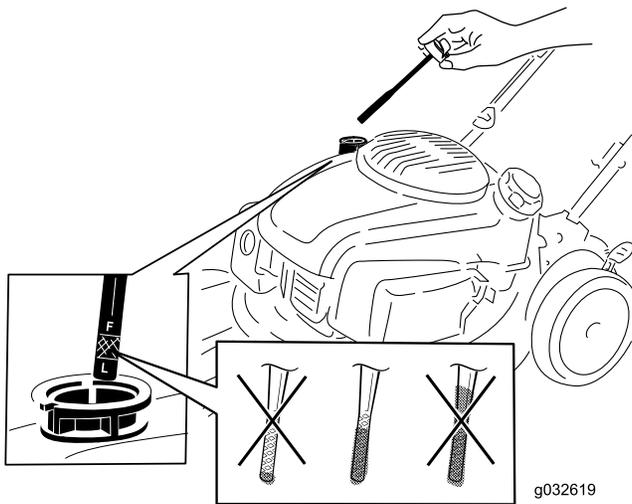

Figura 21
- Vierta aceite **lentamente** por el tubo de llenado hasta que el nivel de aceite llegue a la marca de Lleno de la varilla (Figura 21). **No llene demasiado.** (Capacidad máxima: 0.53 l (18 onzas), tipo: 10W-30 o SAE 30, aceite detergente con clasificación de servicio API, SJ, o superior.)